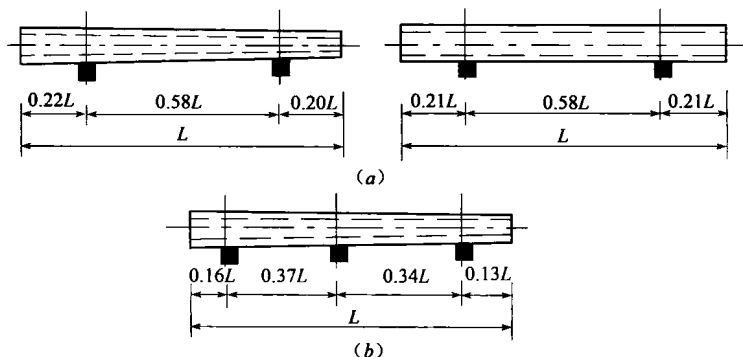

图 1-1 电杆堆放支撑
(1) 电杆堆放场地应坚实、平整。电杆应按品种、规格、荷载级别、生产日期等分别堆放。锥形杆梢径大于 270mm 和等径杆直径大于 400mm 时，堆放层数不宜超过 4 层；锥形杆梢径小于或等于 270mm 和等径杆直径小于或等于 400mm 时，堆放层数不宜超过 6 层。
(2) 电杆应根据不同杆长分别采用两支点或三支点堆放。杆长小于或等于 12m 时，采用两支点支撑；杆长大于 12m 时，采用三支点支撑。电杆支点位置如图 1-1 所示。